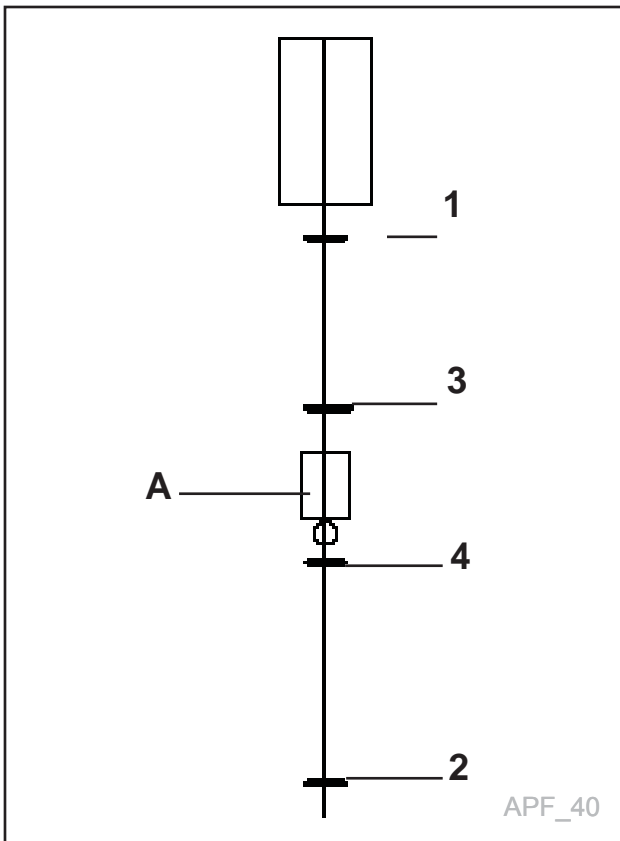

Fig. 79
- **3 en 4** De platen van de nulinstellers moeten in combinatie met het voerluik of krachtvoer worden gemonteerd. **Zie Fig. 79**